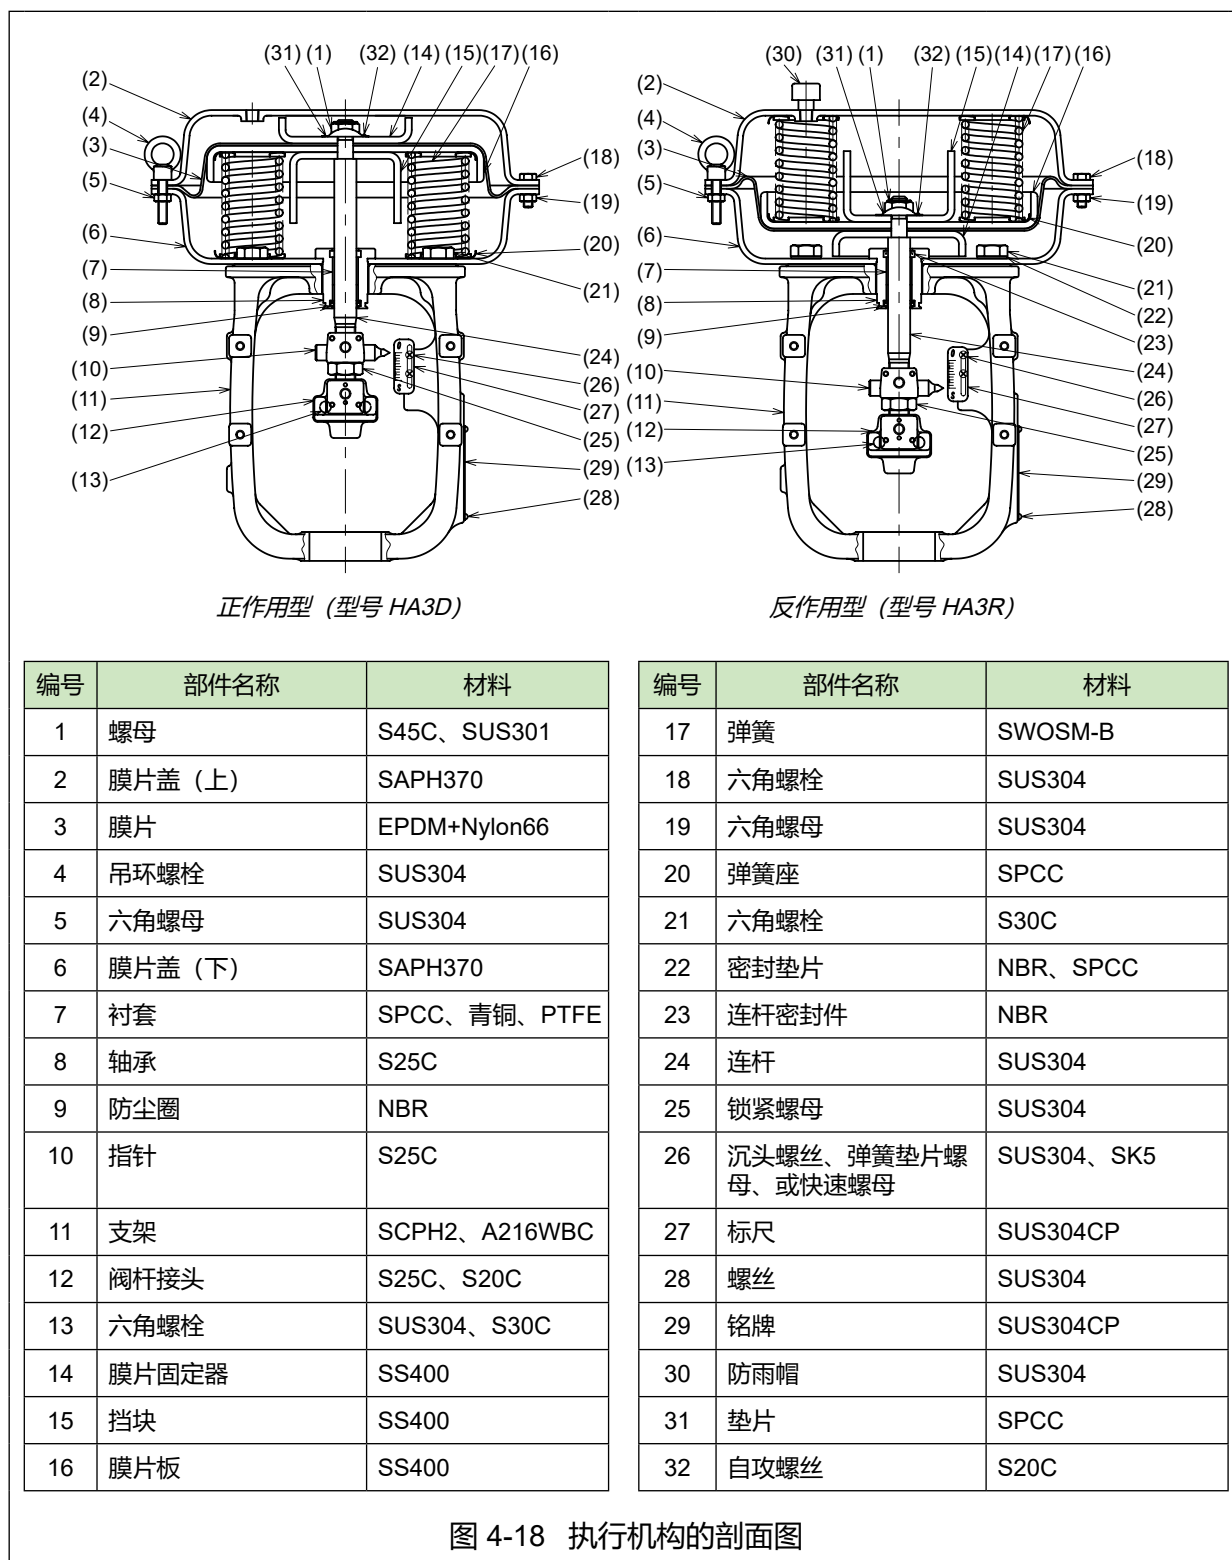

图 4-18 执行机构的剖面图
- (1) 断开气管，然后从执行机构上拆下附件。
- (2) 拆下阀杆接头、指针和锁紧螺母。(参见图 4-18。)
- (3) 拆下膜片盖的固定螺栓（一对吊环螺栓除外）。
- (4) 交替并均匀松开一对吊环螺栓。(使用这对吊环螺栓可对弹簧进行初始定位。)
- (5) 拆下膜片盖。将执行机构连杆与膜片一起向上拉出。
- (6) 取出弹簧。
- (1) 断开气管，然后从执行机构上拆下其他外接部件。
- (5) 拆下膜片盖。取出弹簧。
- (6) 将执行机构连杆与膜片一起向上拉出。